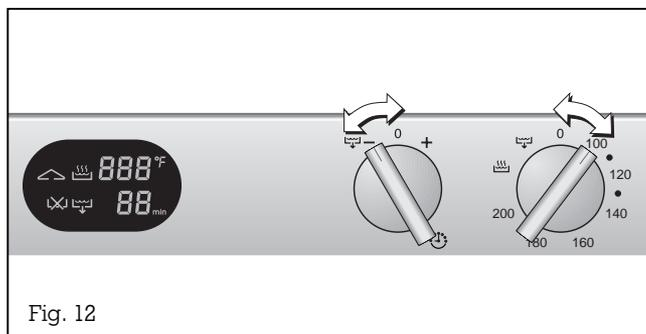

Fig. 12
- Tournez le bouton « Température » en position 0. Le symbole sécurité enfants disparaît sur l'afficheur (fig. 12).